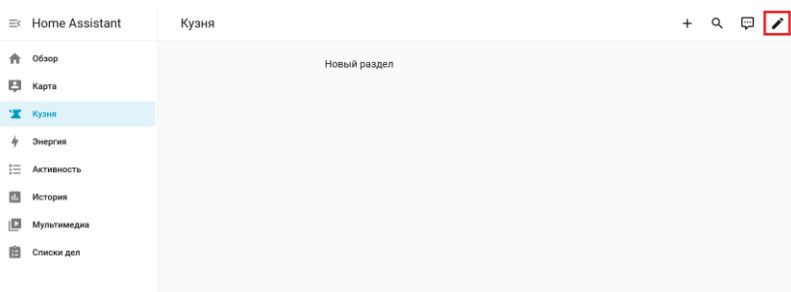

Рис. 5.4. Кнопка редактирования панели
- Откроем панель, нажав на нее в левом столбце. На панели нажмём символ карандаша сверху справа (рис. 5.4), чтобы открыть режим редактирования.